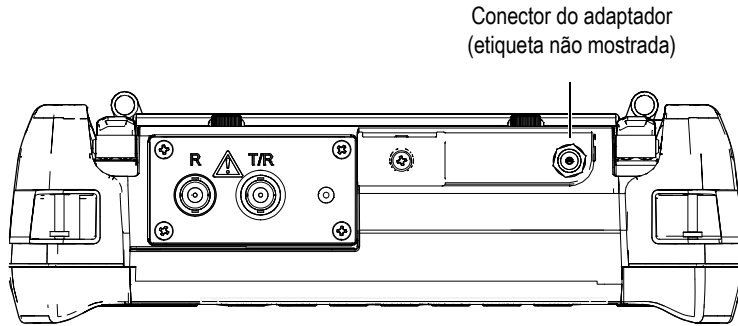

Figura 4-2 Conector do adaptador
A linha de energia CA é fornecida ao EPOCH 600 por intermédio de uma carregador/adaptador. O carregador/adaptador possui uma entrada de energia CA universal que funciona com qualquer tensão elétrica entre 100 VAC a 120 VAC, 200 VAC a 240 VAC e com frequência de linha de 50 Hz a 60 Hz. O saída do carregador/adaptador é conectado a tomada do adaptador do EPOCH 600 (veja Figura 4-2 na página 76).
3. Conecte o cabo de alimentação CC do carregador/adaptador no adaptador do conector CC (veja Figura 4-2 na página 76).